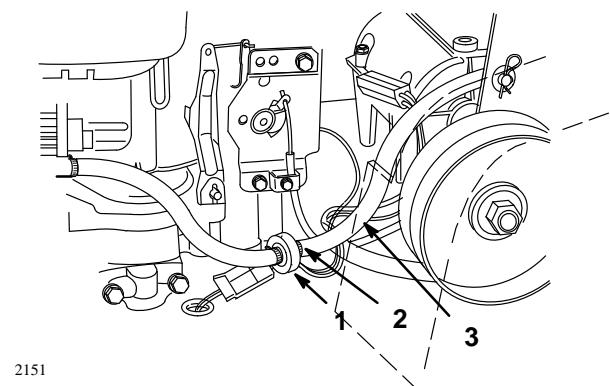

Abbildung 29
3. Die Enden der Schlauchklemmen zusammendrücken und vom Filter wegschieben (Abb. 29).